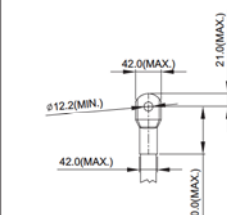

Рисунок 3
5. На рис. 3 дана спецификация термоусадочной трубки в соответствии с UL (600C, YDPU2).
4. На рис. 3 и Рис. 4 дана спецификация термоусадочной трубки в соответствие с UL (600C, YDPU2).